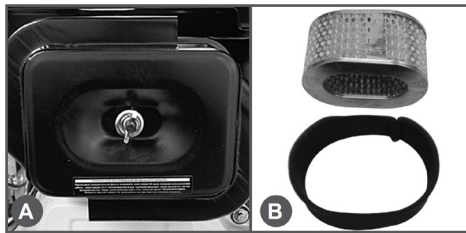

Рис. 17 Воздушный фильтр
1. Открутите барашковую гайку и снимите крышку воздушного фильтра (Рис. 17А).
Воздушный фильтр состоит из двух фильтрующих элементов (Рис. 17В):